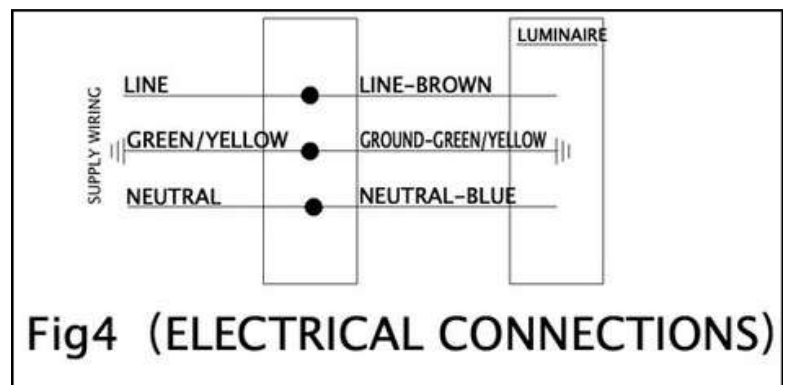

Fig4 (ELECTRICAL CONNECTIONS)
Étape 1 : Tracer les repères du terrain conformément aux données indiquées dans la Figure 4.